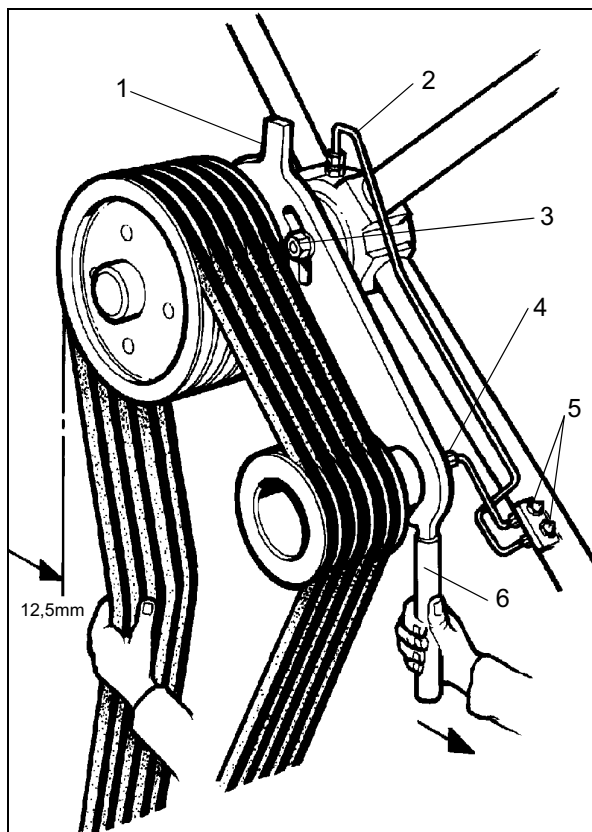

Fig. 32
Déposer la protection grillagée autour des courroies du ventilateur, graisser les paliers du ventilateur (2) et les paliers des poulies de tension (4) **Fig. 32**, avec de la graisse LM au lithium à haut point de fusion appliquée dans les points de graissage (5).